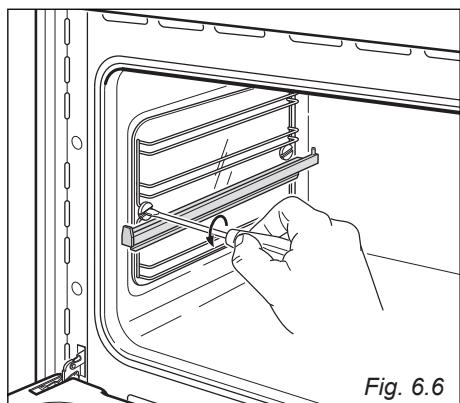

Fig. 6.6
- Retirez les grilles latérales en dévissant les vis de fixation (fig. 6.6).